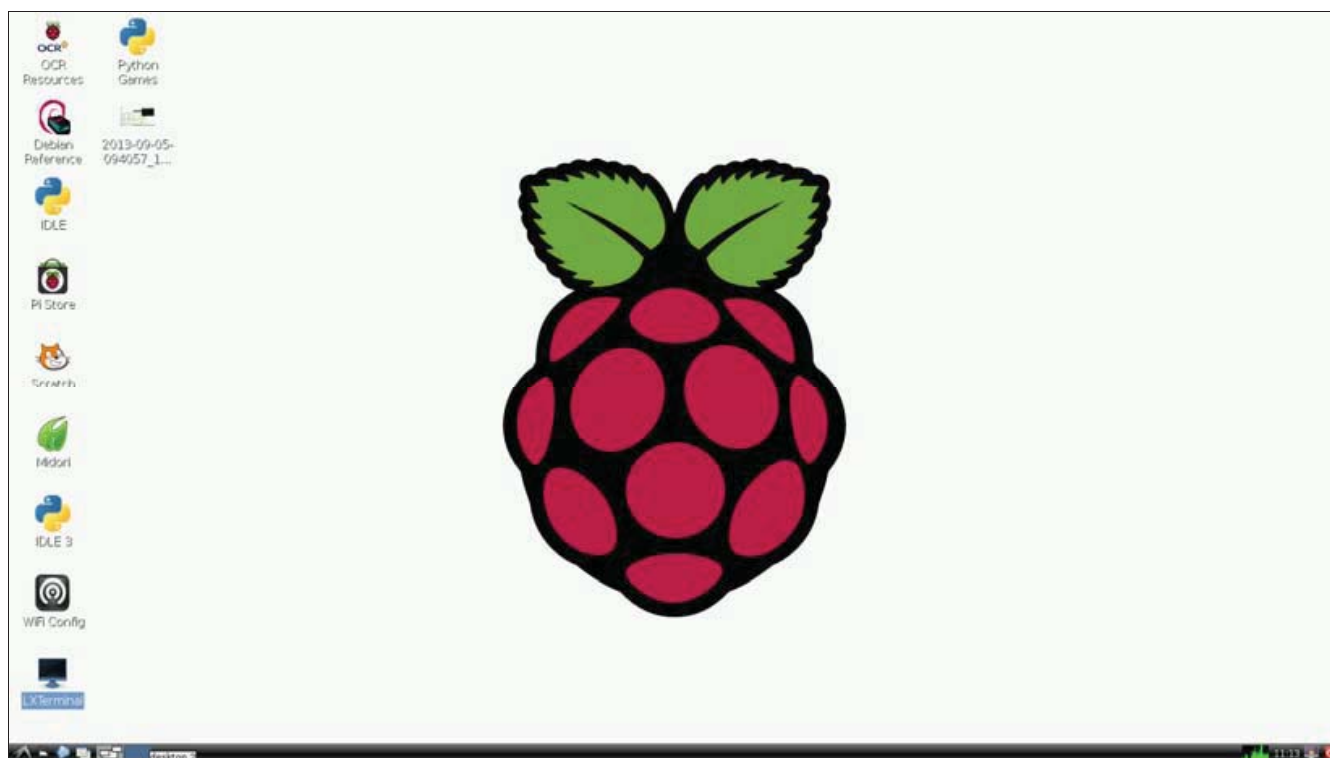

Рис. 2.9. Рабочий стол Raspbian
- ☐ **Enable Camera** — поддержка модуля камеры (рис. 2.9);
и попадаем на рабочий стол Raspbian (см. рис. 2.9).